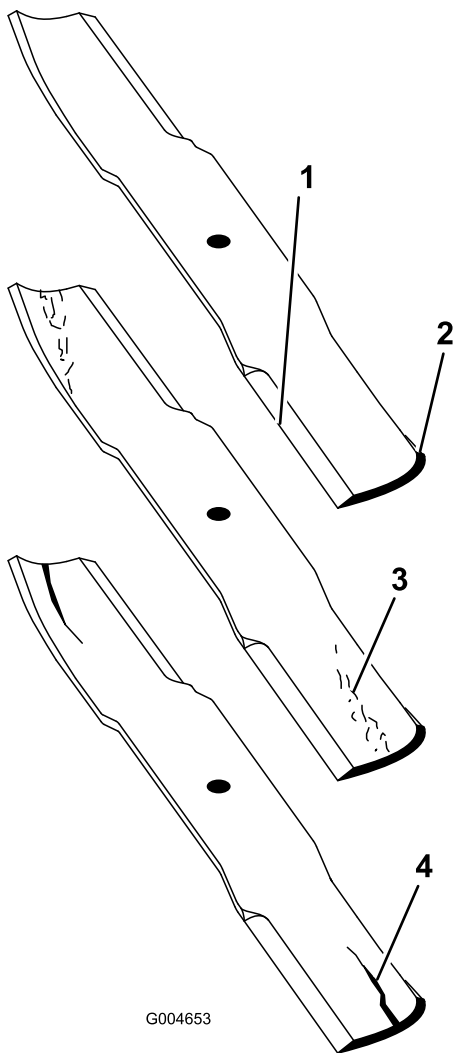

Рисунок 77
2. Осторожно проверьте режущие кромки ножей, особенно в точке соединения плоской и изогнутой частей ножа (Рисунок 77).
Примечание: Так как песок и абразивные материалы могут вызвать износ металла, соединяющего плоскую и изогнутую части ножа, проверьте нож перед использованием газонокосилки. При обнаружении износа (Рисунок 77) замените нож.
3. Проверьте режущие кромки всех ножей и заточите их, если они затупились или имеют зазубрины (Рисунок 77).